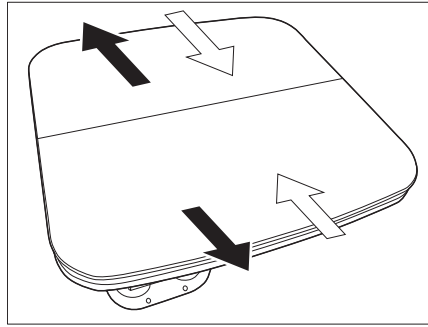

Fig. 100 Separar las piezas exteriores
- Separar las piezas exteriores de la mesa (Fig. 100 - flechas negras).
- Unir las piezas exteriores de la mesa (Fig. 100 - flechas blancas).